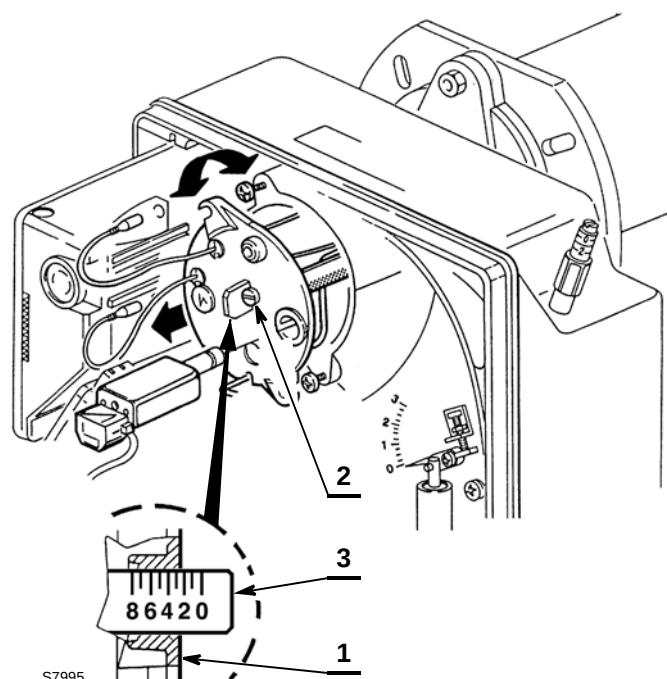

Fig. 19
- Tourner la vis de réglage 2) (Fig. 19) dans le sens des aiguilles d'une montre ou dans l'autre sens, jusqu'à ce que l'encoche gravée sur la bride de régulation 3) corresponde avec le plan externe du groupe porte gicleur 1).